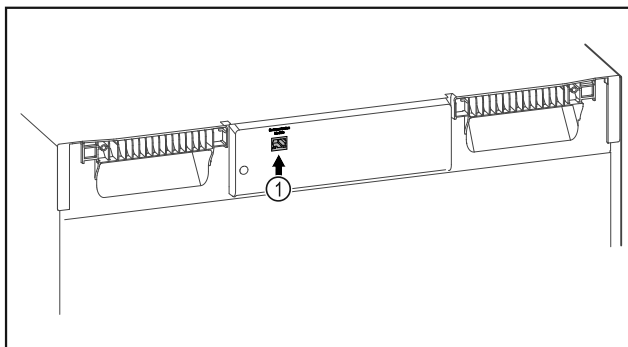

Fig. 138
- SmartModule Fig. 138 (1) встановлено.